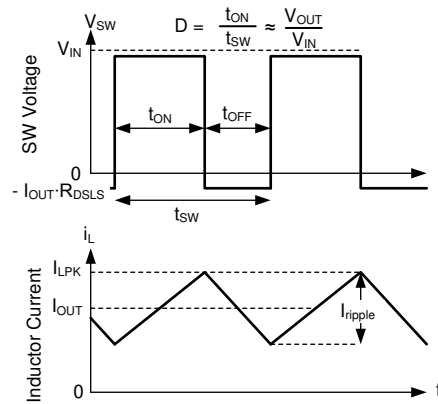

図 7-14. 連続モード (CCM) における SW 電圧とインダクタ電流の波形
LMR36506 の以下の動作の説明は、セクション 7.2 と 図 7-14 の波形を参照しています。CCM では、LMR36506 は、内蔵ハイサイド (HS) およびローサイド (LS) スイッチを各種デューティ サイクル (D) でオンにすることで、出力電圧のレギュレーションを実現します。HS スイッチのオン時間の間、SW ピンの電圧 ( $V_{SW}$ ) は  $V_{IN}$  の付近までスイングし、インダクタ電流 ( $i_L$ ) は線形的な傾きで増加します。HS スイッチは、制御ロジックによってオフにされます。HS スイッチのオフ時間 ( $t_{OFF}$ ) の間、LS スイッチはオンにされます。インダクタ電流は LS スイッチを通して放電され、LS スイッチの両端の電圧低下によって  $V_{SW}$  をグランドの下まで強制的にスイングさせます。一定の出力電圧を維持するため、コンバータ ループはデューティ サイクルを調整します。D は、HS スイッチのオン時間をスイッチング周期で割った値として次のように定義されます。